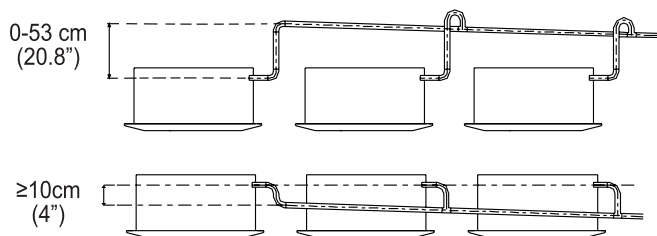

Рис. 5.4
**ПРИМЕЧАНИЕ.** При объединении дренажных труб нескольких блоков подключайте их, как показано на рис. 5.4.